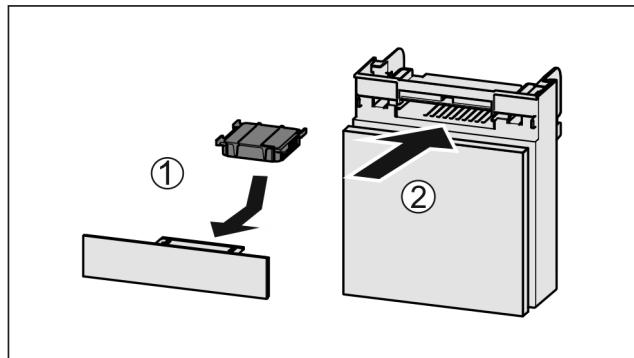

Fig. 56
- Vložte aktívny uhlíkový filter podľa obrázka *Fig. 56 (1)*.
► Zasuňte zásuvku *Fig. 56 (2)*.